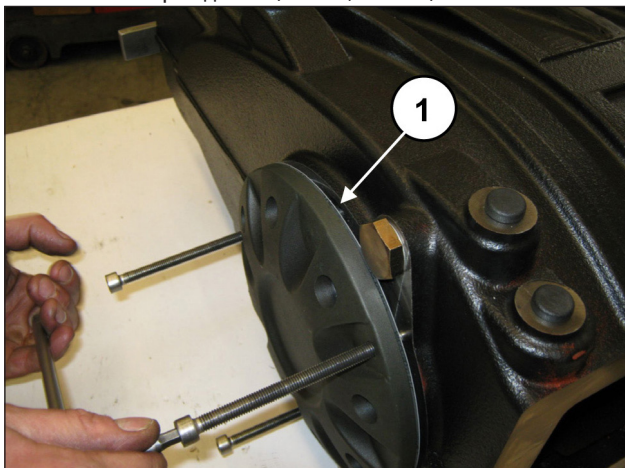
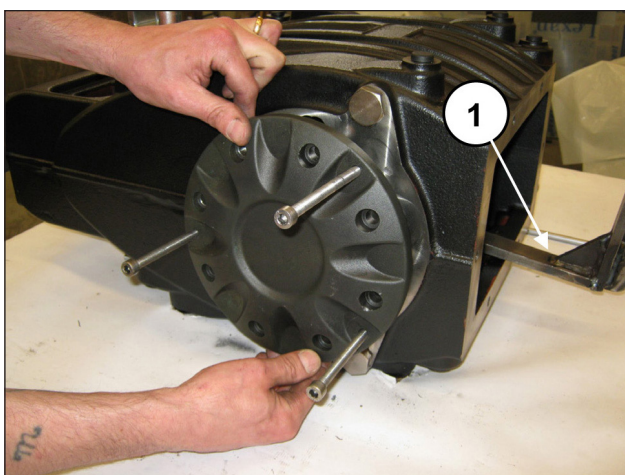

Рис. 29
Рис. 30
Закручивайте 3 винта М8 постепенно (поз. ①, Рис. 29), чтобы крышка сильно не наклонилась и не застряла в гнезде. Снимите крышку подшипника, поддерживая вал во избежание повреждений (поз. ①, Рис. 30).